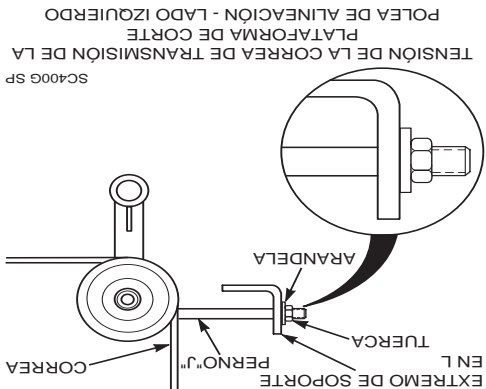

Figura 1. Ajuste de la correa de transmisión de la plataforma
2. Ajuste la correa de transmisión de la plataforma de corte con un calibrador de tensión. Ajuste la correa de modo que la misma se mueva 1/2" con 10 libras de presión. Ajuste la tensión apretando o aflojando la tuerca del perno tipo J. (Vea la Figura 1).